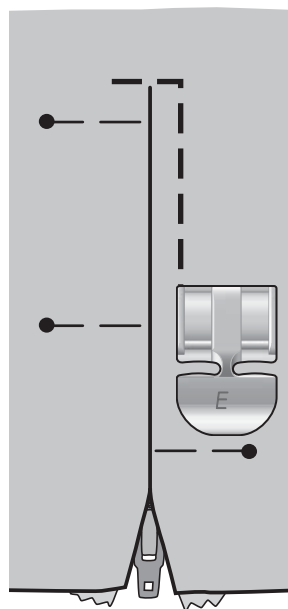

Fig. 2
4. Commencez à coudre en travers dans le bas, tournez le tissu et cousez le côté droit de la fermeture jusqu'en haut (voir fig. 2).